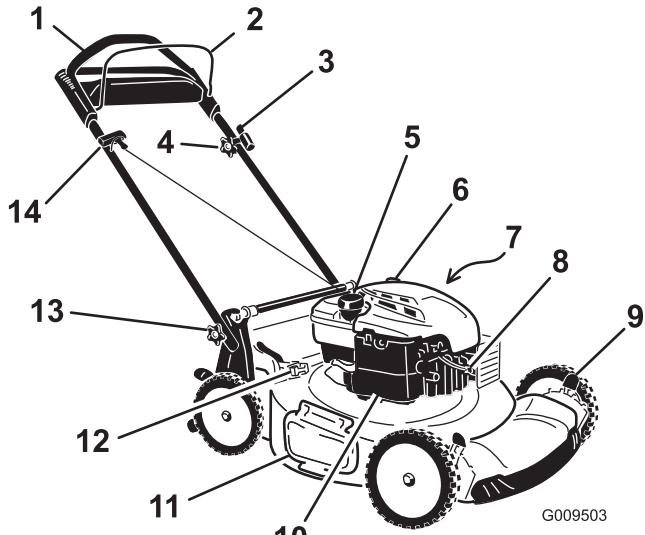

Figuur 7
2. Haak het onderste kanaal van de grasvanger over de onderzijde van het frame (Figuur 7).
- Haak het bovenste en de zijkanalen van de grasvanger achtereenvolgens over de bovenzijde en de zijkanten van het frame (Figuur 7).